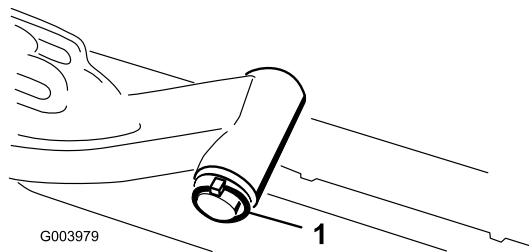

**Figura 8**
7. Per gli elementi di taglio anteriori, infilate un elemento di taglio sotto il braccio di sollevamento mentre inserite l'albero del telaio portante nella forcella del braccio di sollevamento (Figura 8).
B. Inserite la forcella del braccio di sollevamento nell'albero del telaio portante (Figura 8).